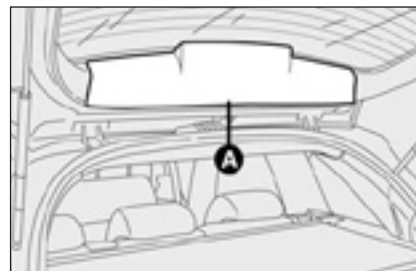

рис. 26
- ☐ снимите крышку с обжимкой **A-рис. 26**;